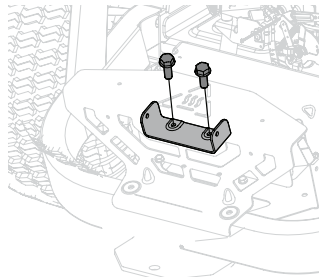

Figura 4
- Alinee el soporte inferior (789-04279) con los orificios del tubo trasero inferior del bastidor del tractor con bridas laterales orientados hacia arriba, sujetos con dos tornillos autorroscantes (710-1238). Consulte la Figura 4.